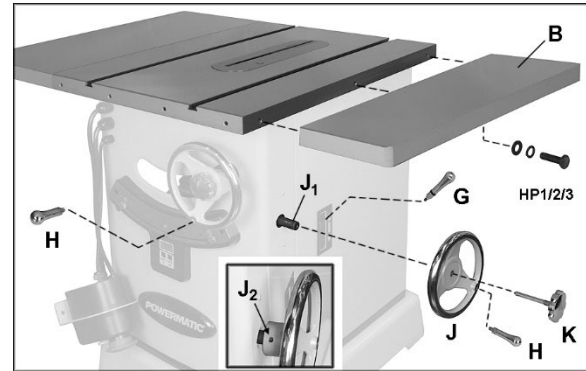

Figura 6-3: instalación de accesorios
Vea la Figura 6-3.
1. Quite la cinta adhesiva de alrededor del eje para exponer las roscas y la chaveta del eje (J₁, Figura 6-3).
5. Instale la perilla de traba (K, Figura 6-3) y las manijas (H). Use la llave en la superficie plana de las manijas para apretarlas contra los volantes.